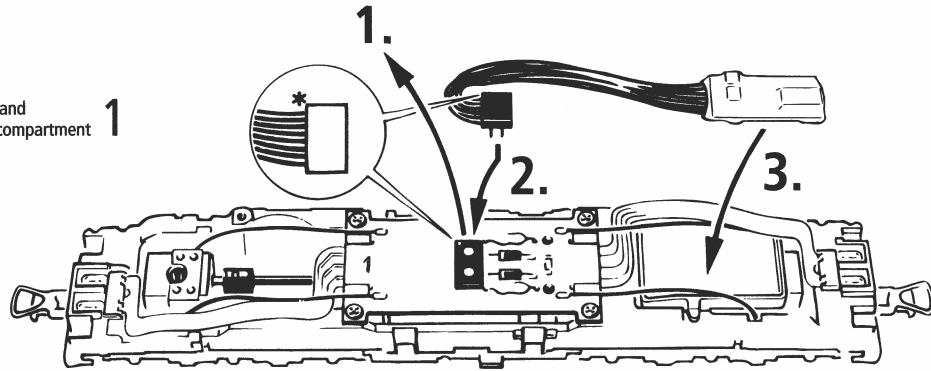

Fig. 7
**1. Reinigung der Radstromkontakte:** Radstromkontakte können auf unsauberen Schienen leicht verschmutzen. Bitte **entfernen Sie vorsichtig** mit einem kleinen Pinsel **den Schmutz** an den in Fig. 7 gekennzeichneten Stellen.
**1. Limpiar contactos de las ruedas:** los contactos se ensucian fácilmente cuando ruedan sobre vías que no están completamente limpias. Usar un pequeño pincel para quitar la suciedad de los puntos marcados en la fig. 7.
**1. Cleaning of wheel contacts:** Wheel contacts easily get dirty on tracks which are not entirely clean. Use a small brush to **remove dirt** from spots marked in fig. 7.